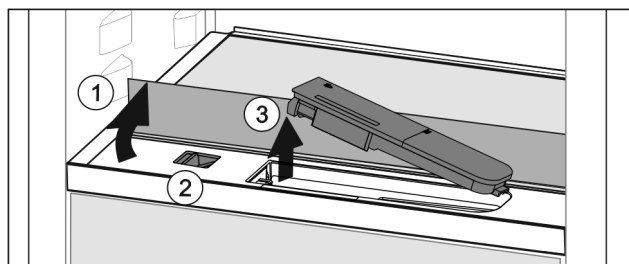

Fig. 104
- ▶ Skleněnou desku nadzvedněte a zaklapněte dozadu až na doraz Fig. 104 (1).
- ▶ Posuvník Fig. 104 (2) posuňte doleva.
- ▶ Vyměňte nádržku na vodu Fig. 104 (3).